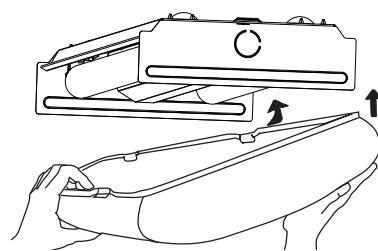

Fig. 8
- 8** Position lens by lifting one side of the diffuser almost to the ceiling and hooking the clips over the fixture channel (Fig. 8).
Positionnez la lentille en soulevant un côté du diffuseur presque au plafond et accrochez les agrafes sur la rainure du plafonnier (Fig. 8).
Coloque el lente en su lugar levantando un lado del difusor casi hasta el techo y enganchando los sujetadores sobre el canal de la lámpara (Fig. 8).